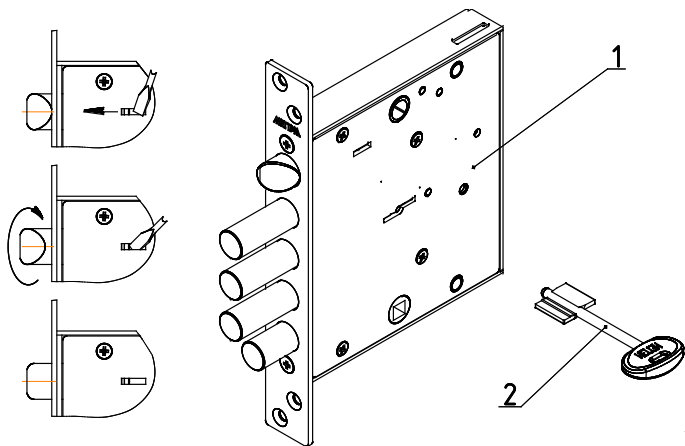

Рис.1
Комплектность замка приведена в таблице и показана на рис. 1.
4.2. Установить при необходимости защелку в соответствующее положение для правой или левой двери путем ее выдвигения из корпуса отверткой через отверстие в крышке замка и разворота на 180° вокруг своей оси (см. рис.1).